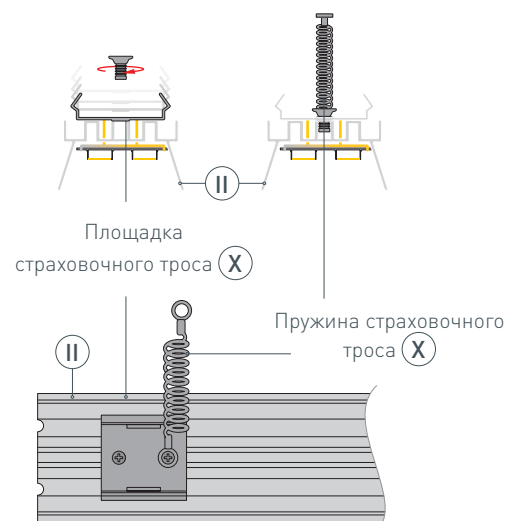

Рис. 3. Установка страховочного троса-пружины (X) на основание для ленты (II). Вид сверху
- 3 / Выведите сетевой кабель на поверхность. Просверлите в потолке отверстия в местах установки держателей (IX). Вставьте в отверстия дюбели. Закрепите держатели (IX) на поверхности с помощью саморезов.
- 4 / Произведите монтаж ленты согласно инструкции к светодиодной ленте (IV). Перед установкой ленты (IV) обезжирьте поверхность основания для ленты (II), снимите защитный слой и приклейте ее. Через отверстие в основании для ленты (II) выведите кабель питания светодиодной ленты.
- 5 / На основание для ленты (II) установите площадку и пружину из комплекта страховочного троса (X). Зафиксируйте их при помощи комплектных шурупов, как показано на рис. 3. **Рекомендуется использовать комплект страховочного троса-пружины (X) на один метр.**